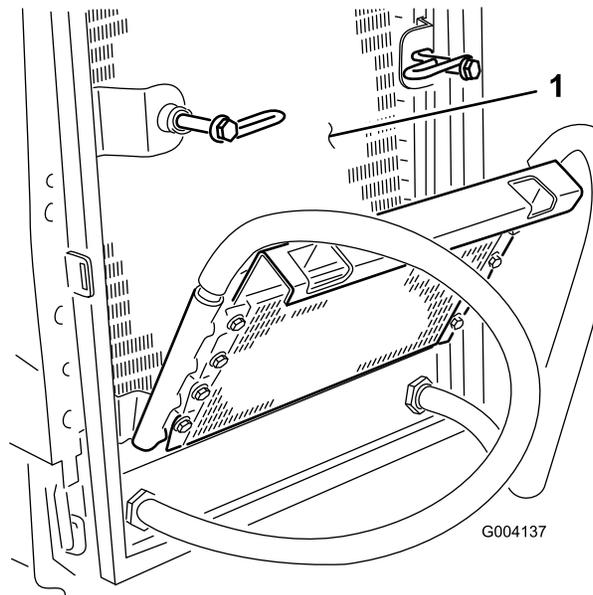

Figura 58
6. Limpe os dois lados do dispositivo de arrefecimento de óleo e o radiador (Figura 58) com ar comprimido.